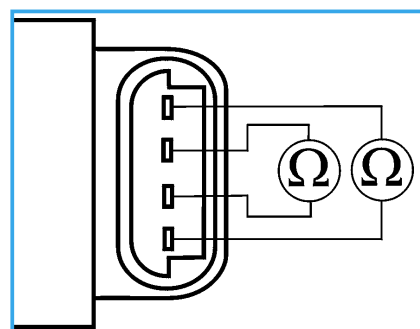

Fig. 4 Mesure de résistance sur le moteur pas à pas
- Mesurer la résistance des deux bobines du moteur pas à pas conformément à la fig. 4.